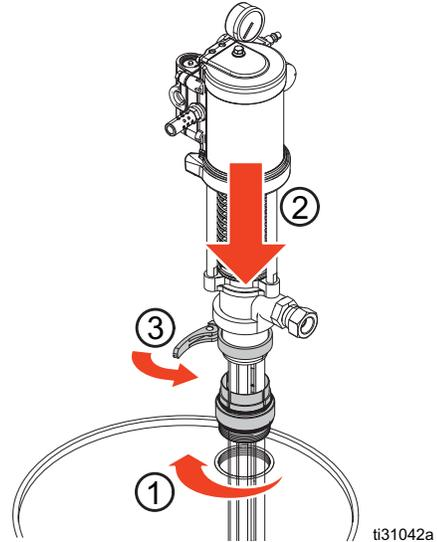

FIG. 8
4. Lubrifier les filetages du diamètre intérieur de l'adaptateur de bonde et les filetages de fixation. Veiller à ce que le joint soit à sa place et visser solidement l'adaptateur de bonde dans l'orifice de bonde du fût. Insérer la pompe dans l'adaptateur et la verrouiller en place. Voir la FIG. 8.